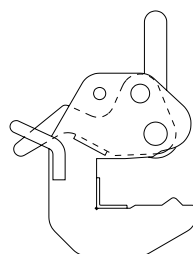

Fig. 26.2
1. Ouvrir le levier de sécurité au maximum (Fig. 26.2).